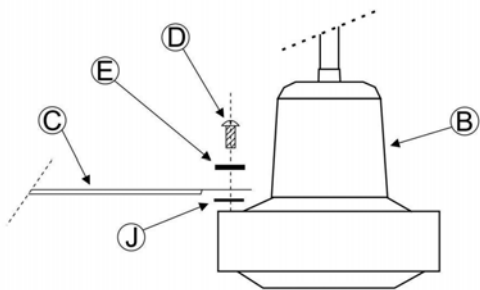

Fig. 5
1.- Una las palas **(C)** al conjunto motor más soporte **(B)** mediante los tornillos fijación palas **(D)** y las arandelas de seguridad **(E)**. No olvide poner la protección de tela **(J)** entre la pala y el motor para evitar posibles ruidos. Repita este procedimiento con las demás palas. **(Fig. 5)**